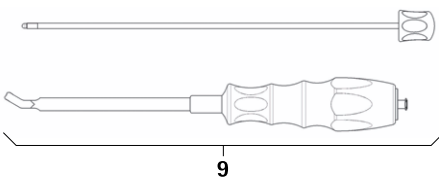

Fig. 5
- Desmontar o instrumento introdutor de barras 9, ver Fig. 5: Desaparafusar a parte interior.